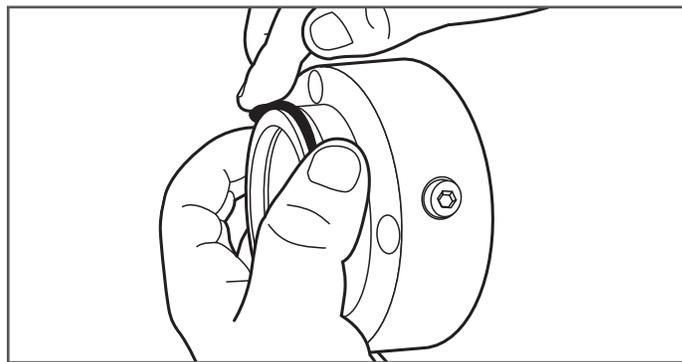

Figure 9-3
3. Déposez le joint torique extérieur de la partie centrale du raccord DoubleTrac®. Inspectez le joint torique pour détecter tout signe de déchirure, de rayure ou tout défaut visible à l'œil nu. Remplacez-le le cas échéant (Figure 9-3).